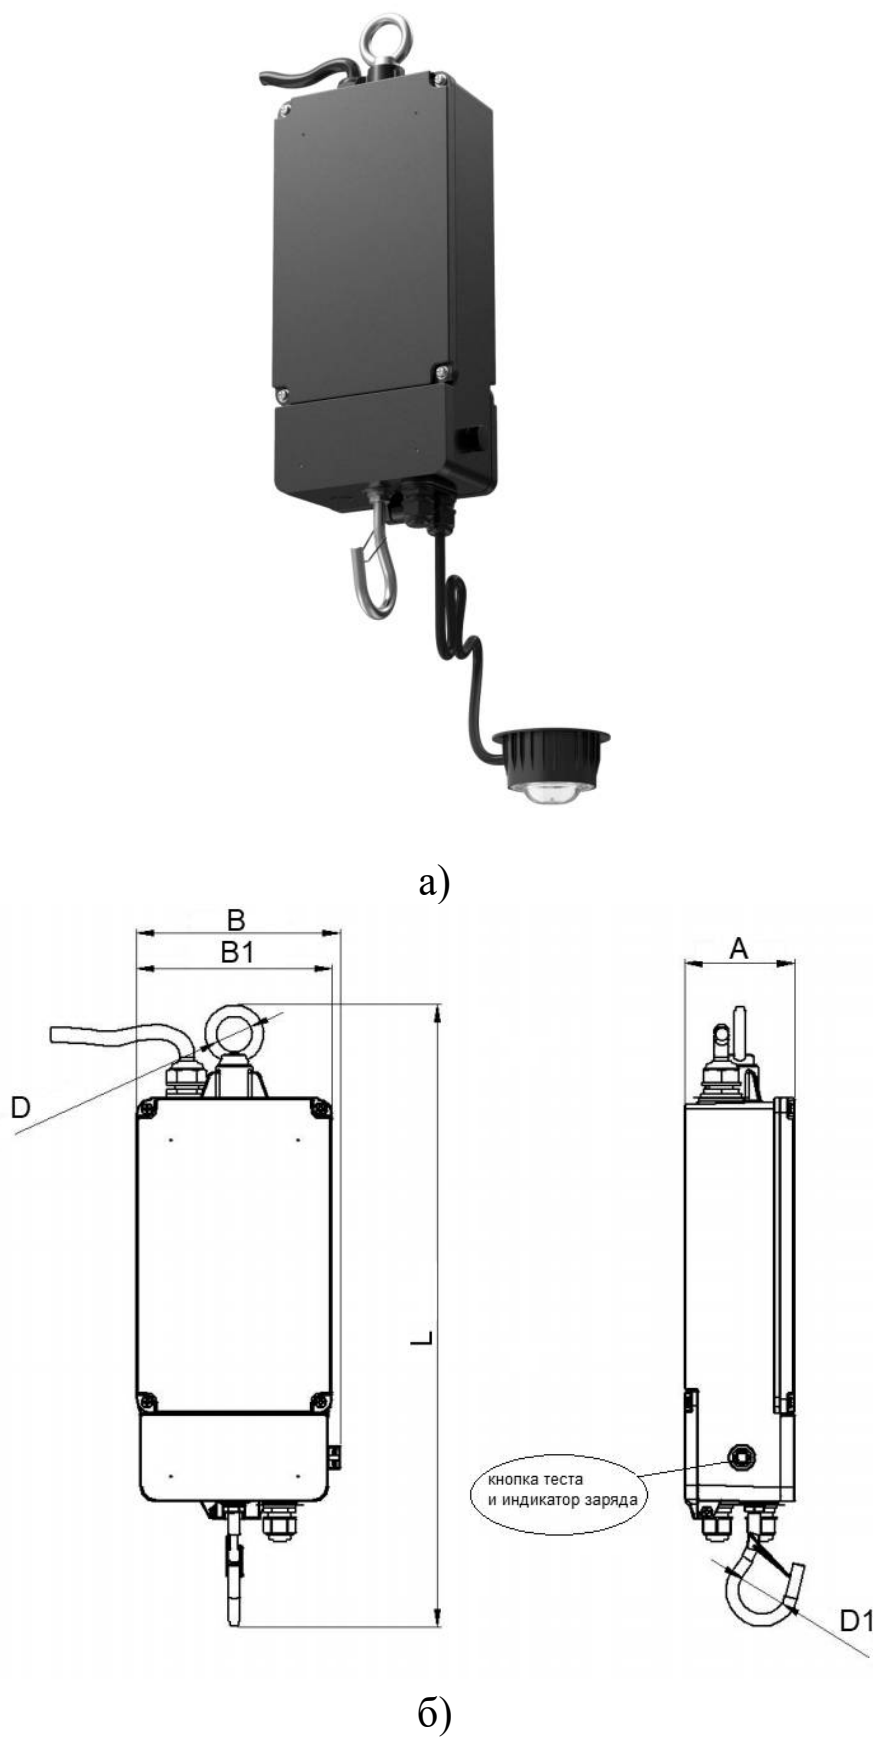

Рисунок 1 - Внешний вид (а) и габаритные размеры (б) ДБАП02.
3.2 Комплект блока аварийного питания состоит из блока аварийного питания (драйвер и аккумуляторная батарея) (рис.1) и светоизлучающего модуля (рис.2).
5.3 Закрепите блока аварийного питания в рабочем положении (см. рис. 1).